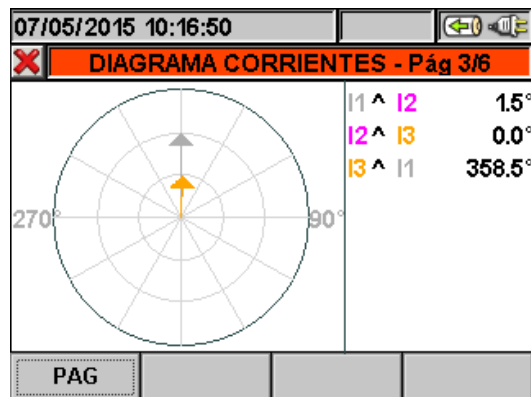

Fig. 41: Diagrama vectorial corrientes para sistemas 4-hilos
- El diagrama vectorial de la corriente. La Fig. 41 muestra el caso de un sistema 4-hilos: